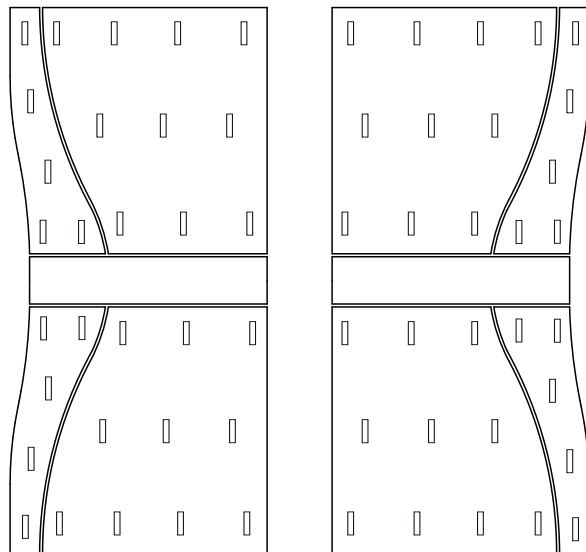

Рис.11
13. Далее следует удалить защитные материалы со стекол и зеркал, перевернуть их тыльной стороной вверх и уложить на ровную тканевую поверхность. Протереть пыль (желательно обезжирить поверхность спиртосодержащей жидкостью) и наклеить 2-х сторонний скотч из комплекта фурнитуры согласно рис.11. Для дополнительной фиксации зеркал рекомендуется воспользоваться клеем «Жидкие гвозди» (не входит в комплект изделия).